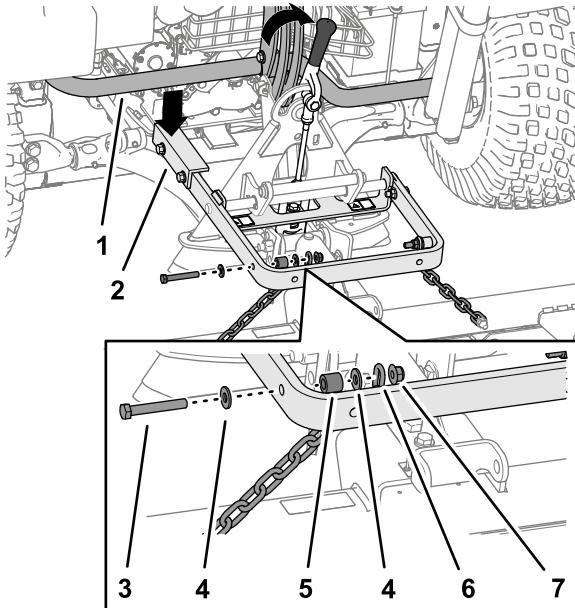

Figura 7
Importante: O braço comprido do braço de elevação tem de estar debaixo do conjunto da estrutura da parte traseira da unidade de tração (Figura 7).
Eleva e move sempre o acessório utilizando a pega na parte de trás do adaptador de acessórios (Figura 7).
5. Prenda a ligação superior de cada corrente à parte exterior do braço de elevação (Figura 7) utilizando um parafuso (3/8 x 2-1/2 pol.), 2 anilhas (3/8 x 7/8 pol.), um espaçador e uma porca de bloqueio (3/8 pol.).